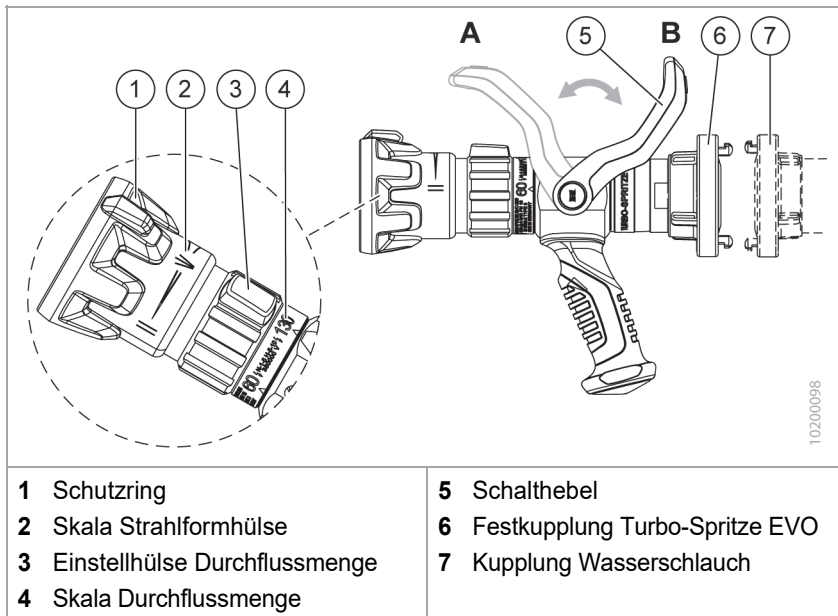

Fig. 2 Handhabung
- ✓ Der Schalthebel ist geschlossen (Fig. 2/A).
1. Die Kupplung des Wasserschlauchs (Fig. 2/7) mit der Hand oder einem geeigneten Kupplungsschlüssel an die Kupplung der Turbo-Spritze EVO (Fig. 2/6) anschließen.
2. Die Einstellhülse (Fig. 2/3) auf die gewünschte Durchflussmenge (Fig. 2/4) einstellen.
2. Den Schalthebel (Fig. 2/5) nach hinten in Stellung OPEN (Fig. 2/B) zu sich hinziehen.
Die Löschmittelabgabe wird gestartet. Sobald der Schalthebel wieder nach vorne in die Stellung CLOSED (Fig. 2/A) gebracht wird, stoppt die Löschmittelabgabe.
1. Durch Drehen des Schutzrings (Fig. 2/1) wechseln Sie während des Einsatzes zwischen Voll- und Sprühstrahl:
1. Den Schalthebel (Fig. 2/5) nach vorne in die Stellung CLOSED (Fig. 2/A) vom Körper wegdrücken.
3. Die Einstellhülse (Fig. 2/3) in Spülstellung drehen (Einstellhülse über Maximalposition hinaus in 7-Uhr-Position drehen).
4. Die Kupplung des Wasserschlauchs (Fig. 2/7) mit der Hand oder einem Kupplungsschlüssel von der Festkupplung der Turbo-Spritze EVO (Fig. 2/6) lösen.